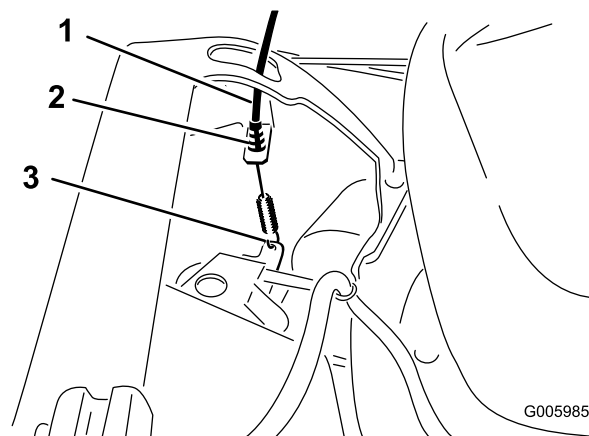

Figura 7
4. Pase el cable del sistema de autopropulsión por fuera del manillar, a través del orificio del lado izquierdo del alojamiento, y conecte el extremo del cable (Figura 7).